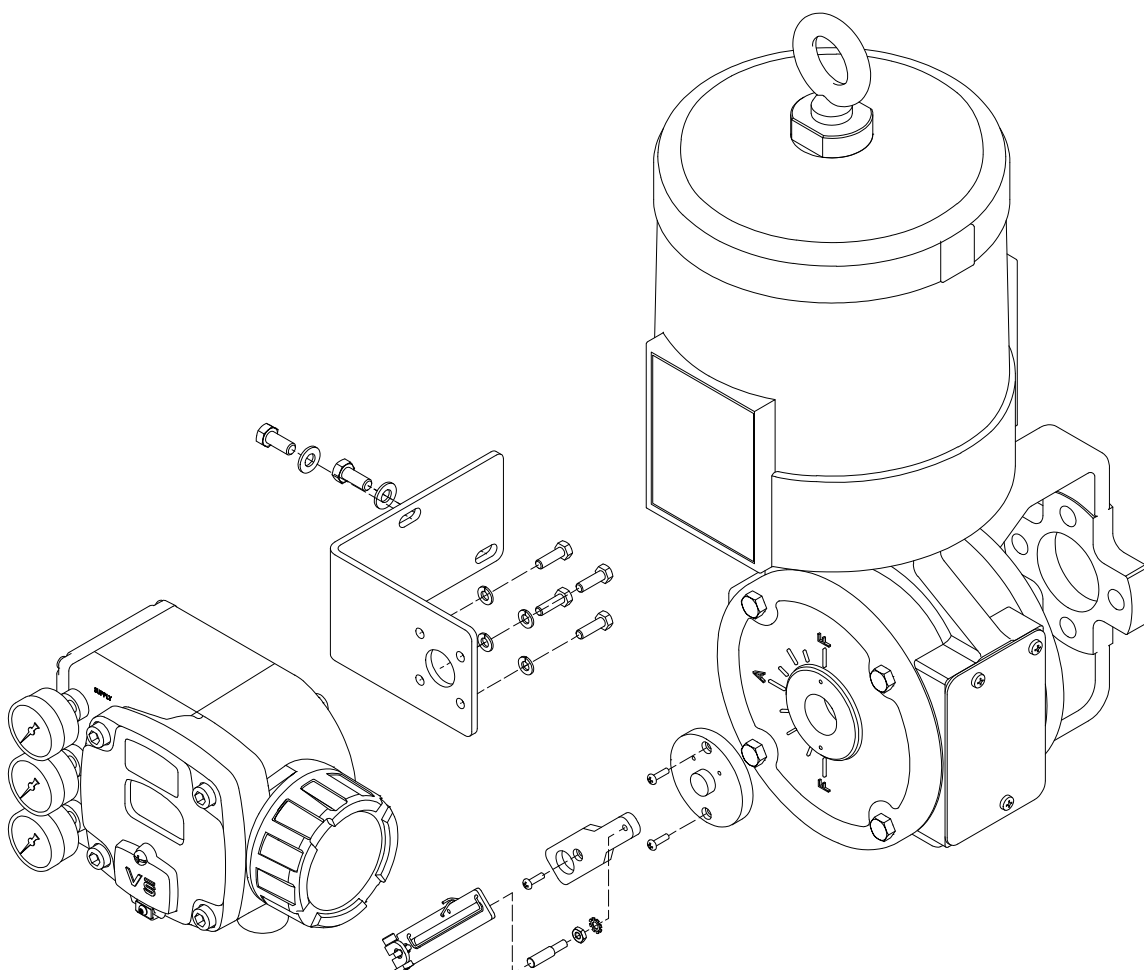

Figura 10 – Montagem do posicionador Chronos nos atuadores rotativos das válvulas BXL e VXL (configuração ar-para-fechar / falha-abre)
- Instale o posicionador no suporte em “L”, que é fixado na caixa de transferência do atuador (vide Figura 10), apertando os quatro parafusos que fixam o posicionador no suporte. Não se esqueça de utilizar as quatro arruelas de pressão.